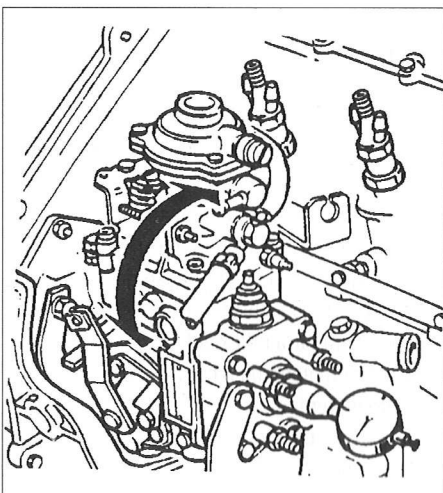

Fig. 31
- Montar um comparador, com o raccord adequado, com o apalpador em contacto com a cabeça do êmbolo da bomba de injeção (Fig. 31).